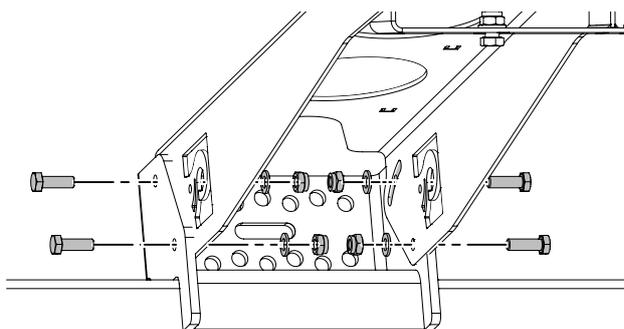

Figura 45. Montaje con soporte en el elevador trasero
1. Monte el brazo del soporte en la sujeción del chasis del elevador trasero, véase Figura 45.